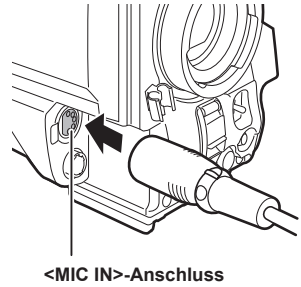

Abb. 3
- 3** Verbinden Sie das Verbindungskabel des Mikrofons mit dem <MIC IN>-Anschluss an der Kamera. (Abb. 3)